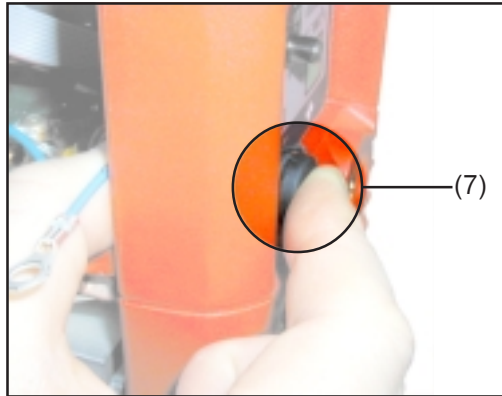

Abb. 21
- TP 1500 RC / 1500 TIG: Dichtung für Anschlussbuchse Fernbedienung (7) dünn mit Gleitmittel benetzen (Abb.21)
- TP 1500 RC / 1500 TIG: leichten Druck auf die Dichtung für Anschlussbuchse Fernbedienung (7) ausüben, um deren Austritt beim Andrücken des Prints FPA15 zu verhindern
- Print FPA15 (5) zuerst am hinteren Fixierstift einrasten lassen